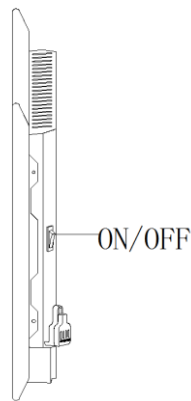

Fig.7
5. Col·loqui 2 caragols en el suport de paret superior.(Fig.7)
Una vegada que l'aparell s'hagi col·locat i endollat correctament en l'endoll, pressioni l'"Interruptor d'alimentació principal" en la posició "I" per a tenir voltatge. (Fig 7)